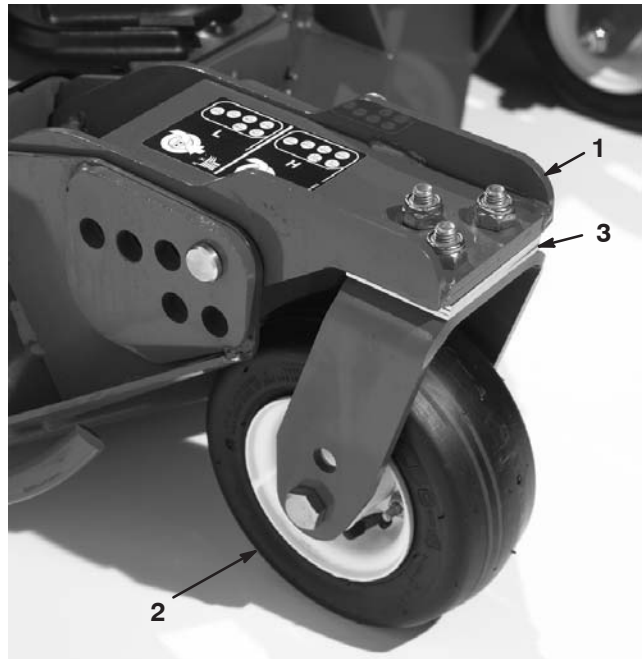

Bild 79
1. Entfernen Sie die Kopfschrauben und Muttern, mit denen das Laufrad an der Laufradgabel befestigt wird (Bild 79).